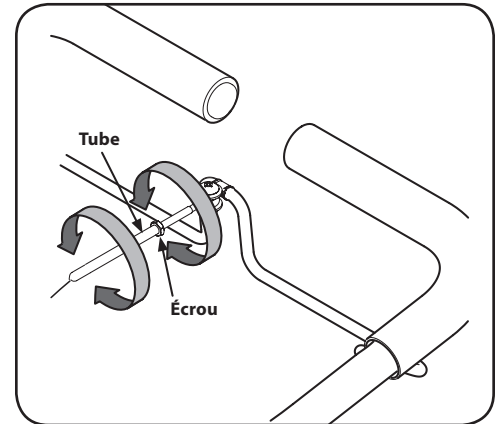

Figure 3-8
6. Embrayez lentement l'appareil en pressant la commande d'embrayage contre la poignée. Les pneus devraient tourner. Si les pneus ne tournent pas lorsque l'appareil est en mode de marche avant, ajustez le levier. Pour effectuer le réglage, dévissez le tube à l'extrémité du câble en le tournant quelques tours vers la gauche (vous devez être au poste de conduite). Voir Figure 3-8.